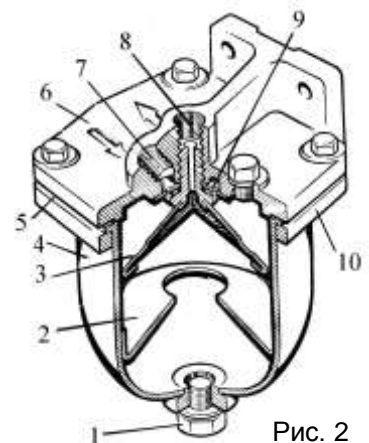

Рис. 2
3. Зніміть з двигуна паливний фільтр грубої очистки. Розберіть фільтр. Користуючись рис.2, ознайомтесь з будовою і принципом дії фільтра грубої очистки: